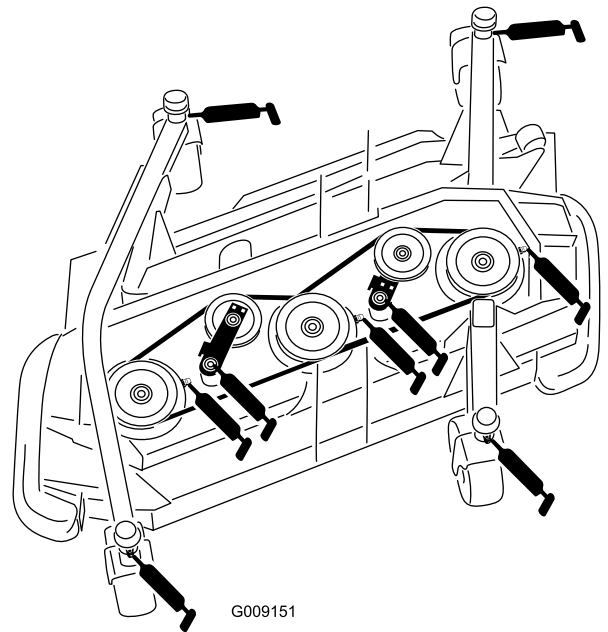

Figura 74
- 4 casquilhos de eixo da forquilha da roda giratória (Figura 74)
- 3 rolamentos do eixo (localizados na cobertura do eixo), conforme se mostra na Figura 74
- 2 casquilhos da articulação do braço intermédio (localizados no eixo da articulação intermédia), conforme se mostra na Figura 74